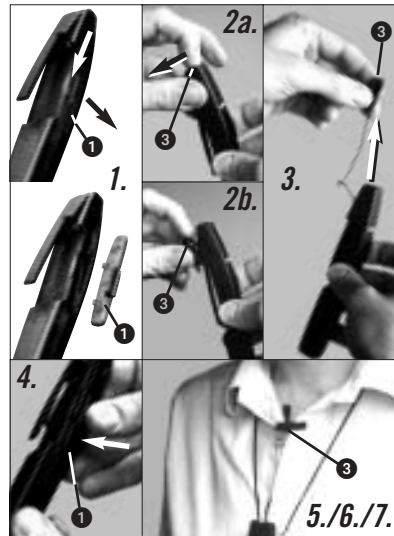

Fig. 5: Retirar o microfone
4.3 Retirar o microfone (Veja fig. 5)